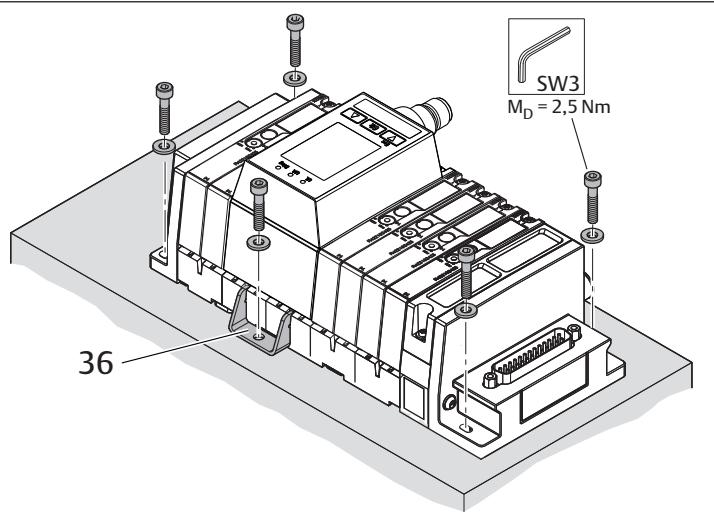

Fig. 11: Fijación del sistema de válvulas con ángulos de fijación (ejemplo)
► Coloque ángulos de fijación adicionales para estabilizar el sistema de válvulas (36) (véase la fig. 11). Para ello, no es necesario desmontar el VS. Regla general: a partir de 17 lugares de válvula se necesita un ángulo de fijación adicional por cada 8 lugares de válvula adicionales. Ejemplo: